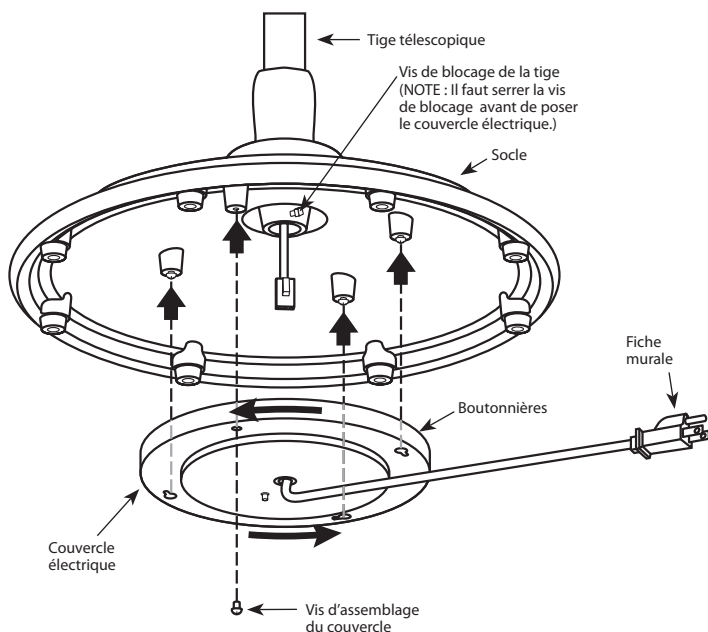

FIGURE 2
8. Placer le couvercle électrique contre la base du socle en fonte et aligner les encoches en trou de serrure du couvercle électrique avec les trois vis d'assemblage du couvercle desserrées. Faites tourner le couvercle électrique dans le sens antihoraire. Voir Figure 2.